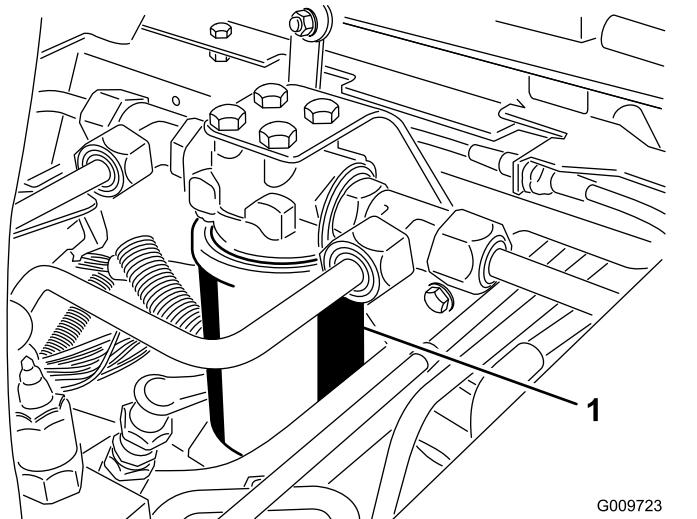
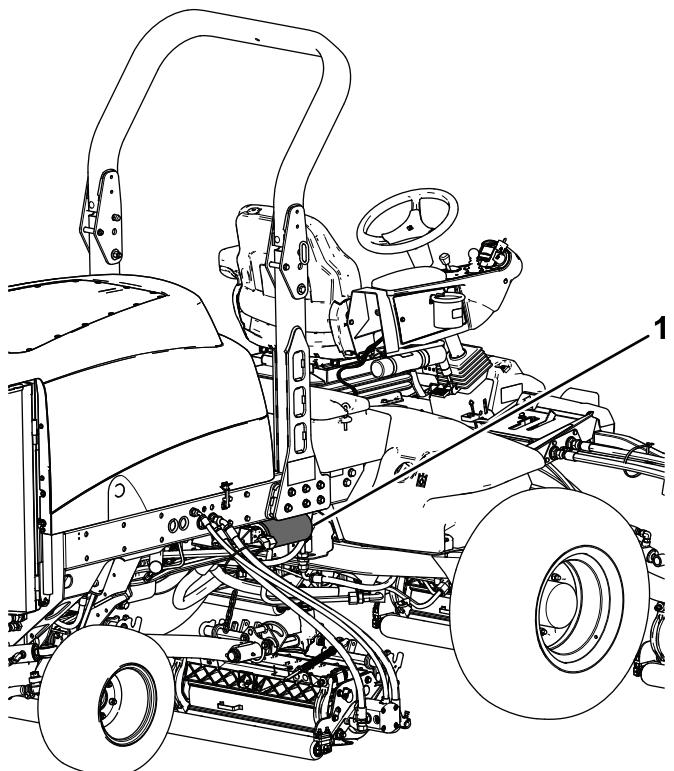

Figure 107
Figure 108
3. Placez un bac de vidange sous le filtre et déposez le filtre (Figure 107 & Figure 108).